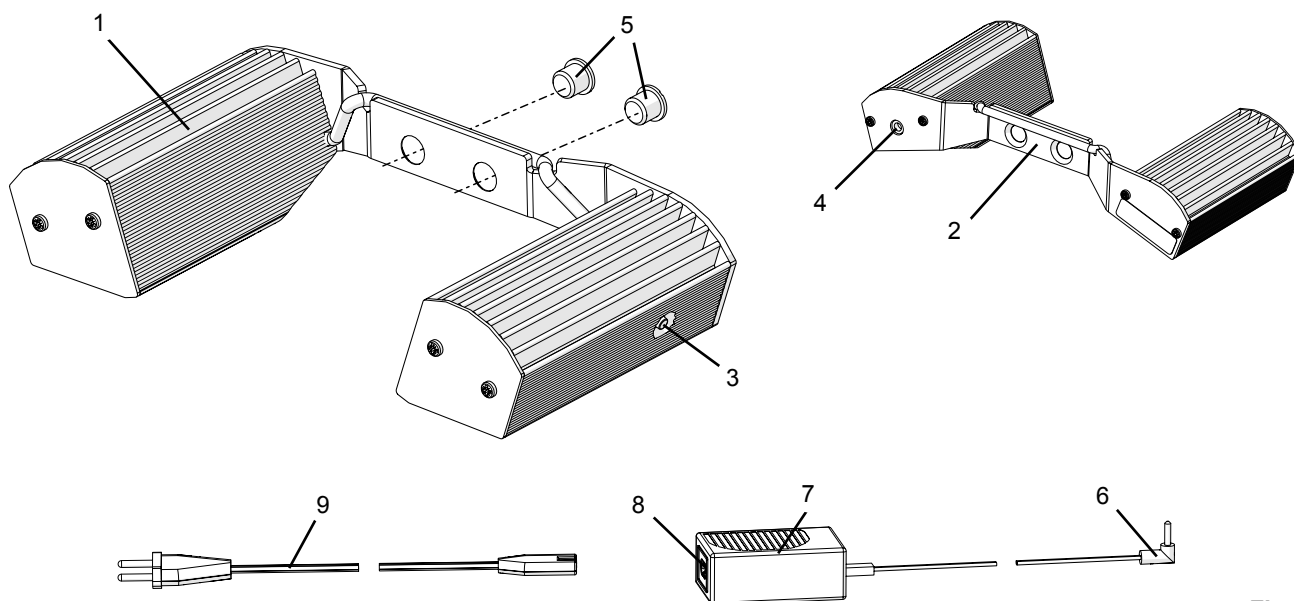

Fig. 1
- ⇒ Collegare il cavo di alimentazione (9, Fig. 1) all'attacco (8, Fig. 1) dell'alimentatore (7, Fig. 1).
Con il tasto ON/OFF (3, Fig. 1) è possibile accendere e spegnere l'illuminazione a LED e impostare un'intensità luminosa ridotta (funzione dimmer).